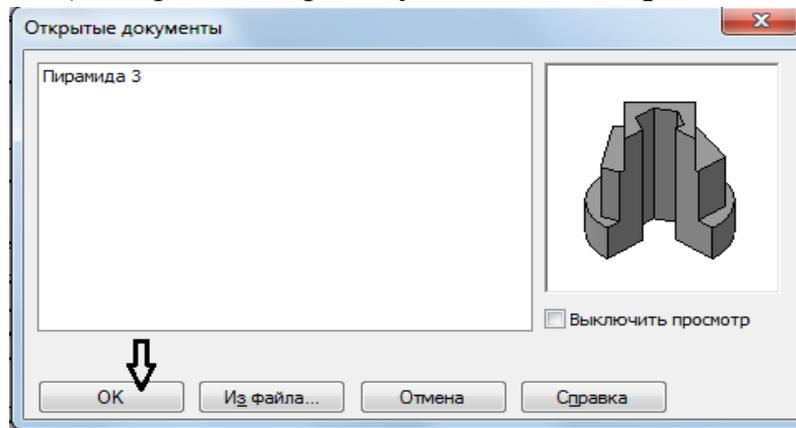

Рисунок 39.
19. Переносим построенную модель – кнопка **Ассоциативные виды** на панели переключений (ассоциативный вид связан с определенной 3D-моделью). Нажмем кнопку **Произвольный вид** , откроется диалоговое окно (рисунок 39), выбрать построенную модель «**Пирамида 3**».